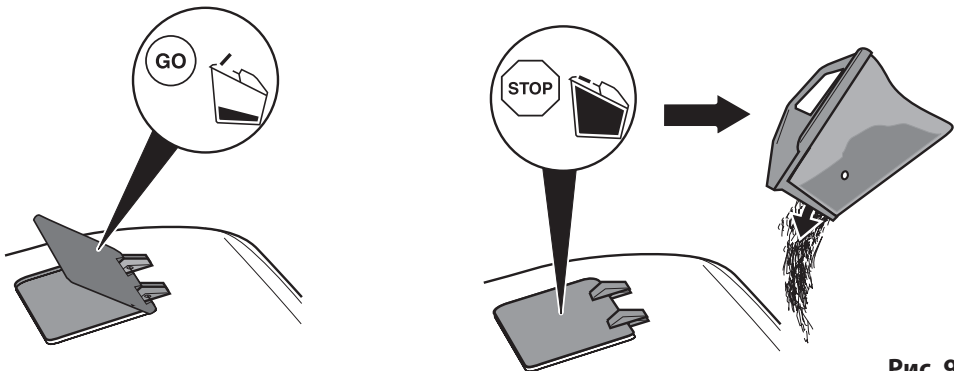

Рис. 9
- При пустому травозбірнику під час скошування індикатор відкритий (Рис. 9).
- При наповненні травозбірника індикатор не відкривається (Рис. 9). В цьому випадку необхідно негайно зупинити роботу та очистити мішок травозбірника.